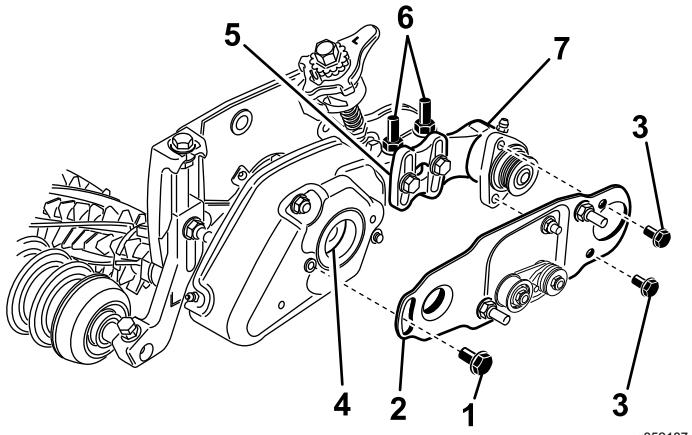

図 27
12. ローラブラシベアリングハウジングをローラブラシ取り付けブラケットに固定しているボルトをゆるめる 但し外さないこと 図 27。
13. ローラブラシピボットプレートを取り付ける 図 27。ピボットプレートの突起部をグルーマカバーのグロメットに差し込んだ時、グロメットがカバーに正しく着座しているように注意すること。
14. 5/16 x 5/8 in ボルト2本に 242 ロクタイト青を塗り、これを使ってブラシプレートをローラブラシベアリングハウジングに取り付ける 図 27。ボルトを 20-26 N·m にトルク締めする。
- ローラブラシ取り付けブラケットをカッティングユニットのサイドプレートに固定しているフランジナット2個をゆるめる 図 27。
- ブラシプレートがカッティングユニットユニットのサイドプレートに平行になるまでローラブラシベアリングハウジングを回転させる 図 27。
- ローラブラシ取り付けブラケットをカッティングユニットのサイドプレートに固定しているフランジナット2個を締め込む 図 27。
19. ショルダボルトにロクタイト242青を塗布する図27。ショルダボルトを使って、ブラシプレートをグルーマカバーに取り付ける。(図27)。ボルトを20-26 N·mにトルク締めする。